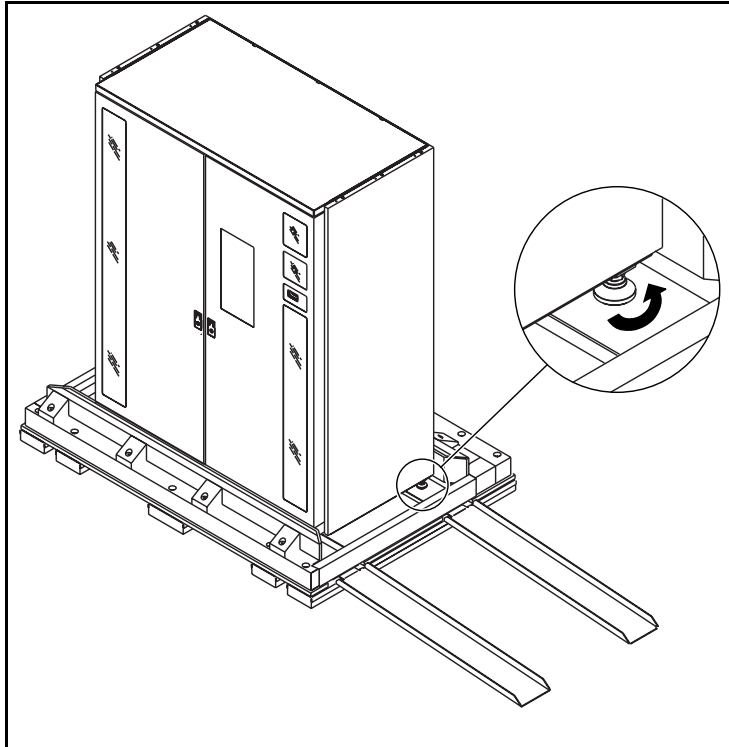

Figure 4-11. Sortie des pieds de réglage
4. Vérifiez que les quatre pieds de la librairie de sauvegarde sur cartouches sont sortis. Si la librairie repose sur les pieds de réglage, tournez chacun d'eux vers la droite (à l'aide de la clé plate de  $\frac{3}{4}$  de pouce fournie dans le kit d'accessoires) pour les faire tous affleurer de 1,25 cm au-dessus de la palette (voir Figure 4-11).